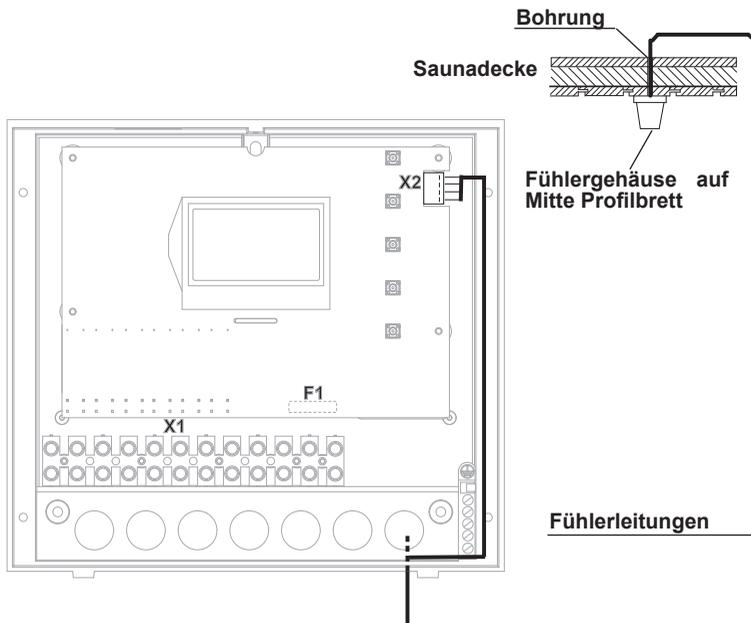
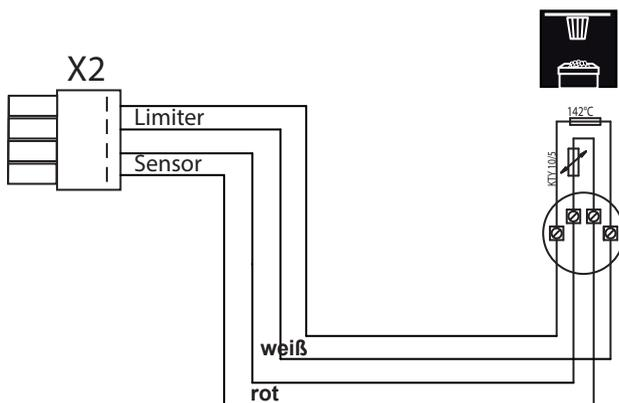

Abb. 11
Abb. 12
5. Föhren Sie die Föhlerleitungen zum Steuergerät und föhren sie durch die rechte Kabeleinföhrung in das Gerät. Verlegen Sie die Föhlerleitungen innerhalb des Steuergerätes wie in Abb. 11 gezeigt. Schließen sie die Föhlerleitungen gemäß Abb. 12 an. Hierzu wird der Stecker X2 von der Platine abgezogen und nach dem Anschließen wieder eingesteckt.